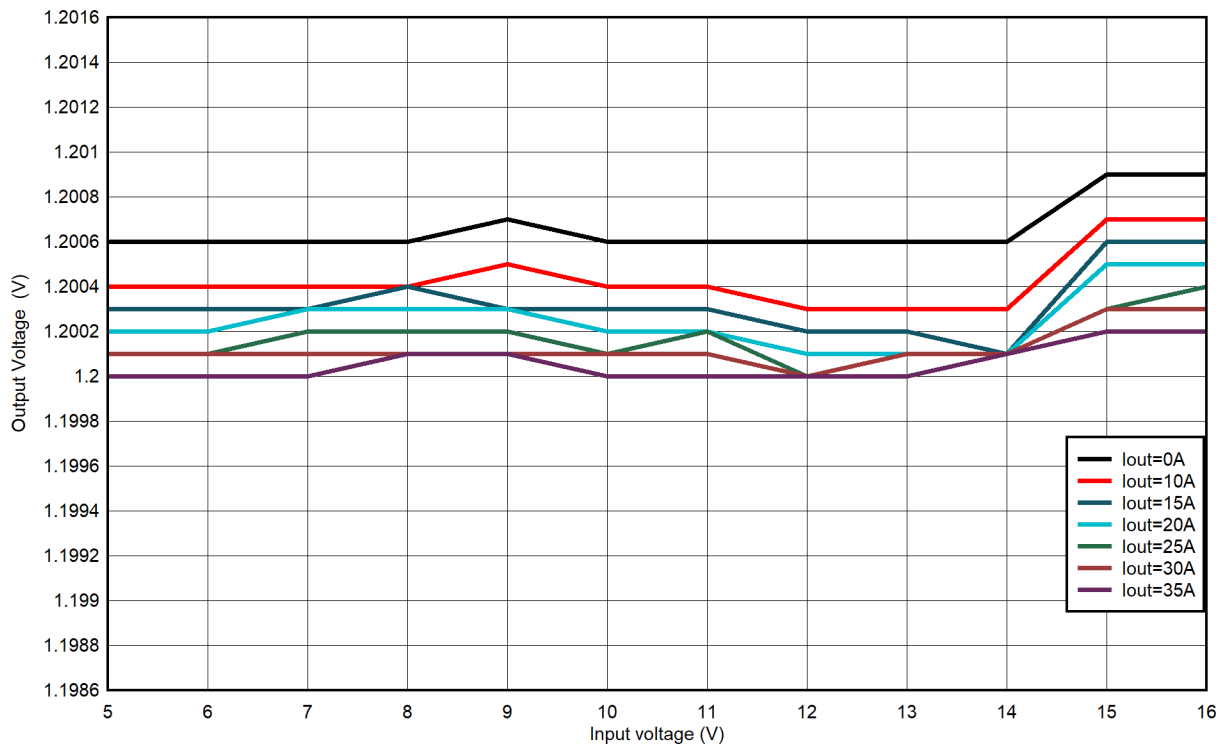

图 4-3. VOUT 线性调整率
6. 将 V_{IN} 从 5V 改为 16V。 V_{OUT} 必须保持在图 4-3 中规定的范围内。